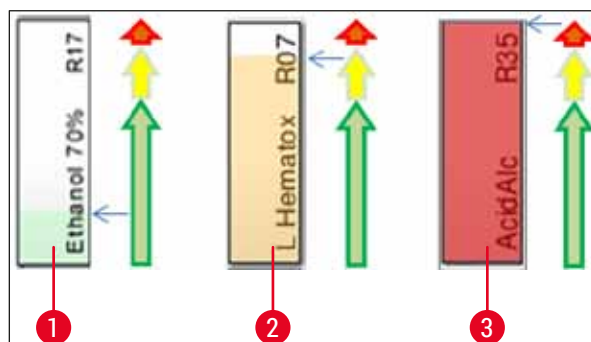

Fig. 70
- En baggrundsfarve (→ "Fig. 70")
- Baggrundsfarven viser forbrugsstatus for reagenset (→ "Fig. 70"). Når reagenset forbruges, stiger farvesøjlen fra bunden til toppen, og farven ændrer sig baseret på forbrugsstatus.